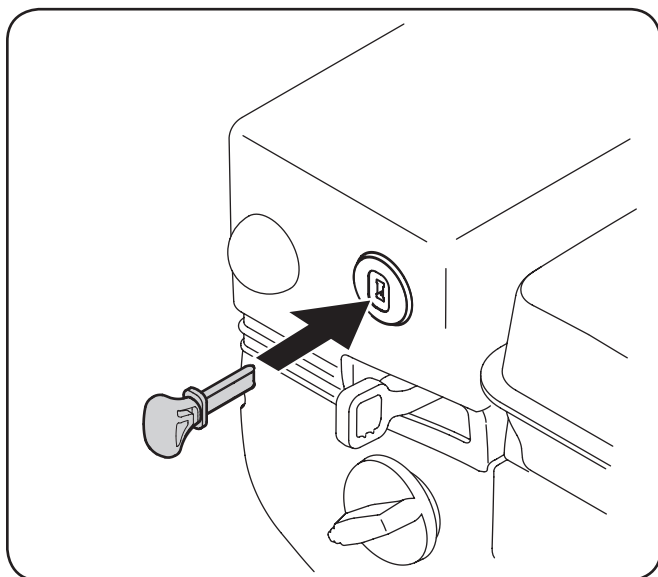

Figura 5-1
2. Inserte la llave completamente dentro de la ranura, Figura 5-1. Cerciérese de que calce bien en su lugar. NO gire la llave. El motor no puede arrancar si la llave no está completamente insertada en el interruptor de encendido.
1. Inserte la llave completamente dentro de la ranura, Figura 5-1. Cerciérese de que calce bien en su lugar. NO gire la llave. El motor no puede arrancar si la llave no está completamente insertada en el interruptor de encendido.